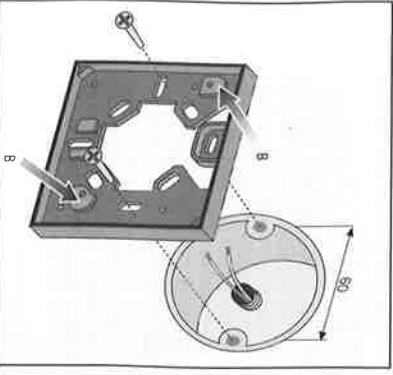

fig.7 - euk.7
A) En cas d'installation sur une boîte encastrée diamètre 60 mm, sur une surface qui n'est pas parfaitement plane ou pour d'autres cas particuliers, utiliser l'accessoire "Socle adaptateur" (voir le paragraphe accessoire en option). La fixation du socle adaptateur sur le mur s'effectue à l'aide de 2 vis. Il est important de laisser libre les trous B-B, qui sont prévus pour la fixation du thermostat sur le socle adaptateur. (Fig.7)